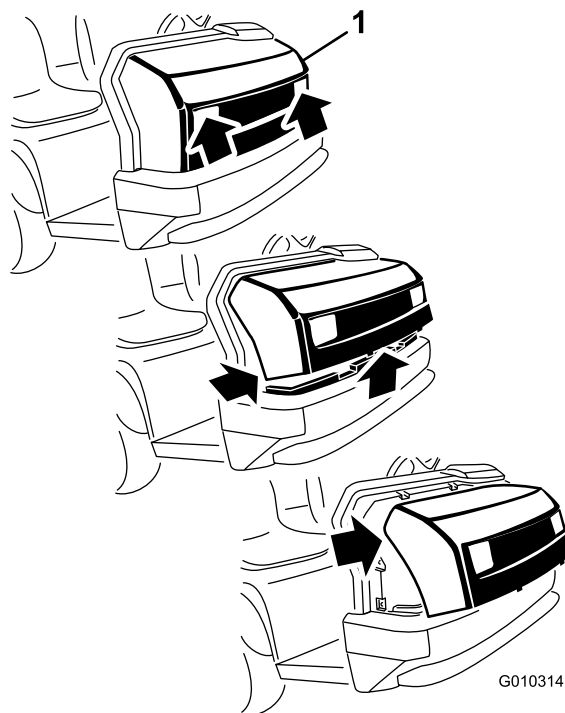

Figura 39
1. Afferrate il cofano dalle aperture dei fari, sollevatelo per sganciare le linguette di montaggio inferiori dalle fessure del telaio (Figura 39).
2. Ruotate verso l'alto la parte inferiore del cofano in modo da estrarre le linguette di montaggio superiori dalle fessure del telaio (Figura 39).
3. Ruotate in avanti la parte superiore del cofano e staccate i connettori a filo dai fari (Figura 39).